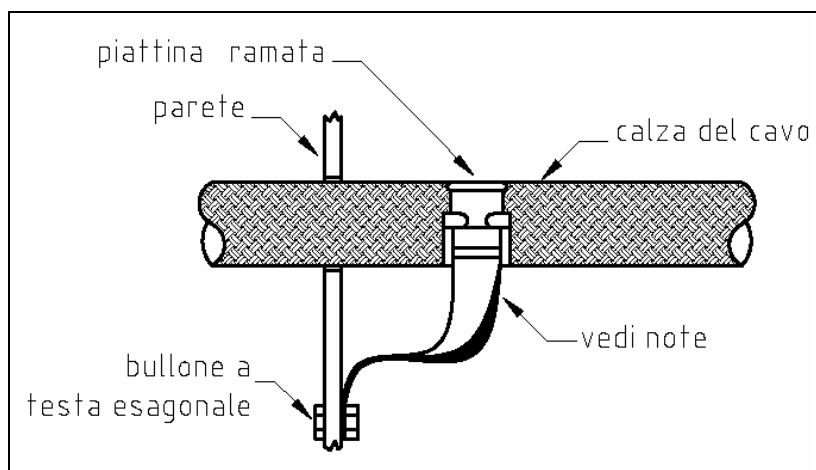

Fig. 3.7 – Attraversamento parete
L'attraversamento dell'armadio deve essere effettuato utilizzando una connessione a radio frequenza (RF) tra la calza del cavo e la parete dell'armadio. Se non è previsto un connettore deve essere utilizzata una piattina ramata di lunghezza più corta possibile (vedi Fig. 3.7).